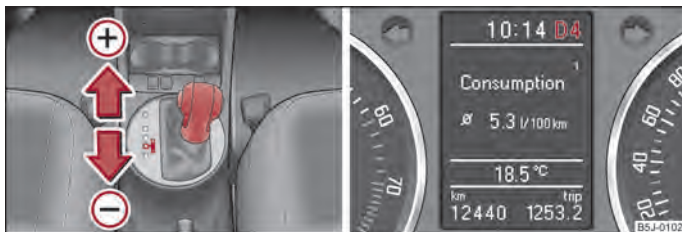

Fig. 89 Selector: selectarea manuală/afișajul mare de informații: selectarea manuală a vitezelor
Poziția selectorului de viteze se afișează, împreună cu treapta de viteză selectată, pe afișajul informativ al tabloului de instrumente ⇒ fig. 89, în dreapta.
- Apăsați scurt selectorul (în poziție tiptronic) spre față pe ⇒ fig. 89 ⊕.